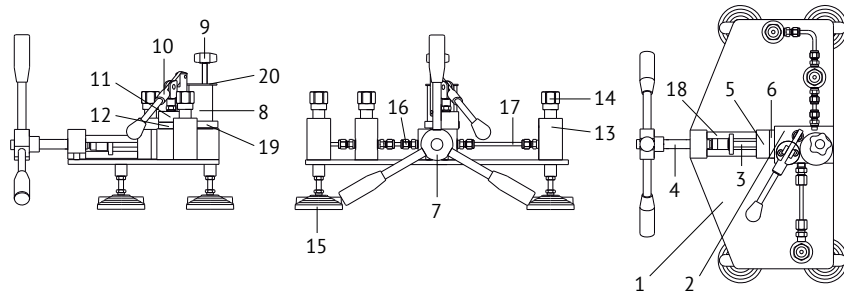
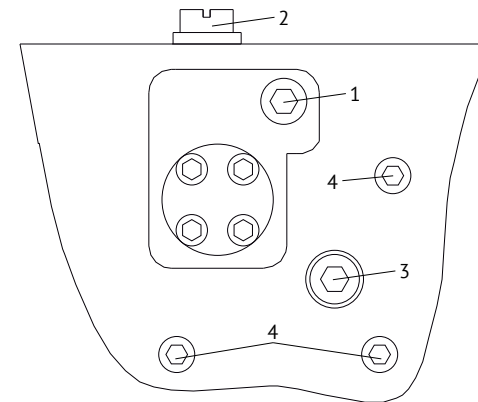

Рис. 1. Гидравлическое устройство для сравнительной калибровки:
Рис. 2. Расположение технологических винтов:
### 4.1 Внешний вид прибора показан на Рис. 1.
4.2 Основание устройства выполнено в виде *стальной плиты 1* (Рис. 1), снабженной четырьмя регулируемыми *опорами 15*. Блок *создания давления 2* представляет собой стальной параллелепипед, с выполненными в нем полостью основного штока, полостью ручного насоса и всеми необходимыми каналами и клапанами. На блоке создания давления, сверху закрепляются *ручной насос 10*, *основание стакана 19* и *стакан для рабочей жидкости 8* и *вентиль сброса давления 9*, на передней стороне узел основного штока. С боков от блока создания давления расположены *стойки 13* с *гайками 14* для присоединения образцового средства измерения (правая стойка) и двух или одного поверяемых (левые стойки). В случае поверки одного средства измерения в свободную стойку устанавливается заглушка. Блок создания давления и стойки соединены между собой с помощью фитингов и трубок высокого давления. Для слива рабочей жидкости из устройства предусмотрен специальный *винт 1* (Рис. 2) со специальным уплотнением, расположенный снизу блока создания давления. *Винт 2* (Рис. 2) предназначен для слива рабочей жидкости из полости ручного насоса.
С помощью *ручного насоса 10* (Рис. 1) рабочая среда перекачивается из *стакана 8* в полость основного штока и *стоек 13* со средствами измерений. Ручной насос необходим для предварительного сжатия воздуха, оставшегося в присоединенных средствах измерений, с целью уменьшения его объема. Величина ручного накачивания зависит от диапазона измерения установленных СИ, но не должна превышать 3 МПа. Далее, с помощью вращения *штурвала 7* по часовой стрелке и *винта 4*,двигающего *шток 3*, плавно создается необходимое давление. Для уменьшения давления штурвал необходимо вращать в обратную сторону. Для сброса оставшегося давления предусмотрен *вентиль сброса давления 9*.
8.3.1 Полностью выкрутите *винт 1* (Рис. 2) предварительно подставив под устройство ёмкость подходящего размера.